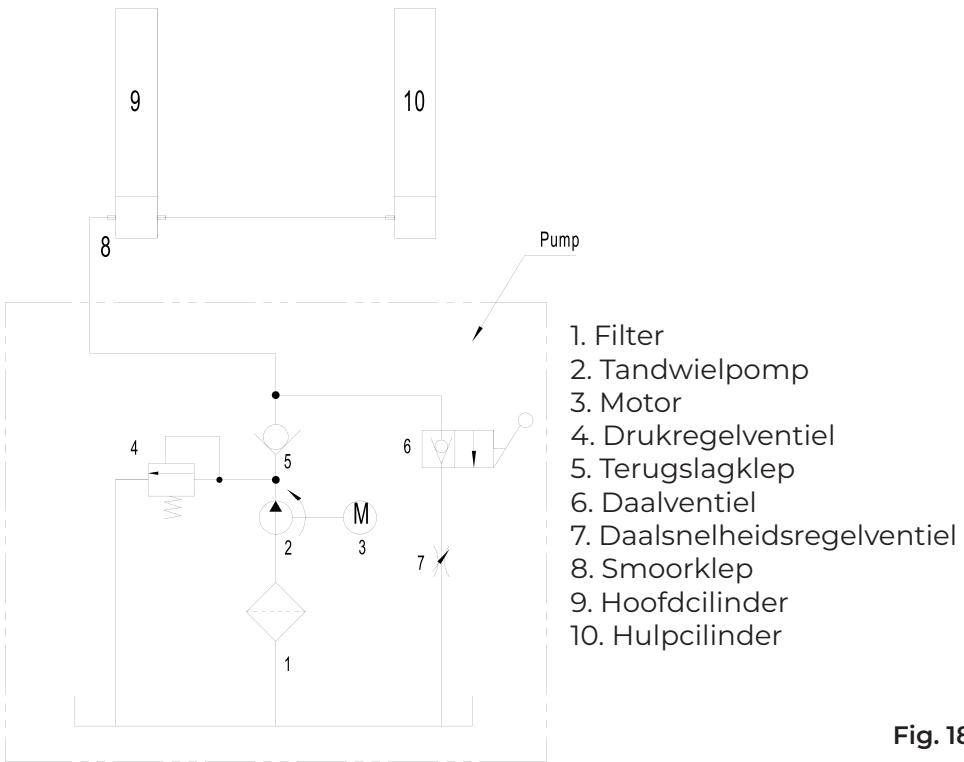

Fig. 18
3. Zie Fig. 17 en Fig. 18 voor schematische weergave hydraulisch systeem.